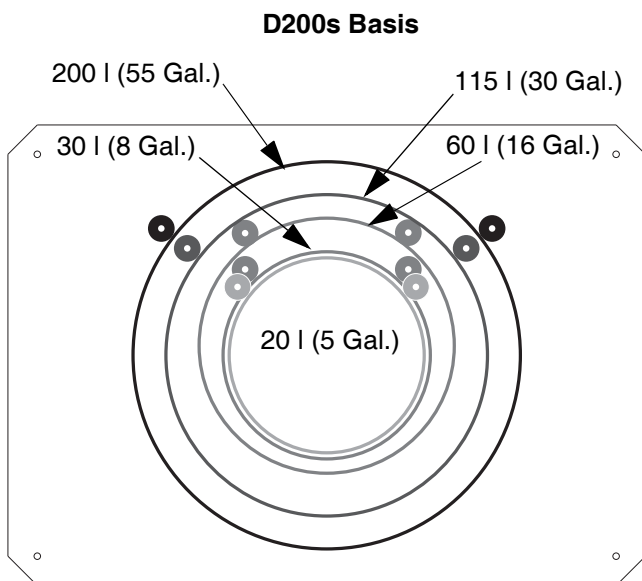

ABB. 15: Ram-Boden
1. Befestigungslöcher an richtiger Position im Boden der Ram-Baugruppe anbringen. Siehe ABB. 15.